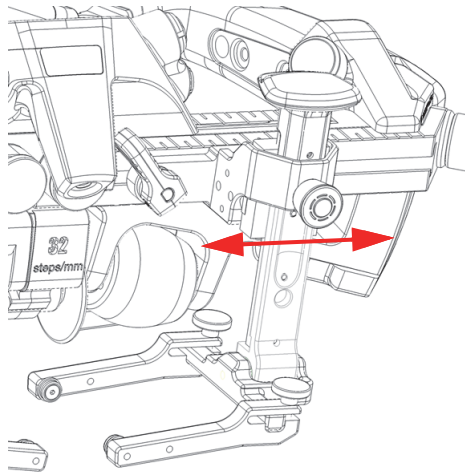

Abbildung 2-10 Sensorhalter verschieben
2. Schieben Sie den Sensorhalter in die gewünschte Position (Abbildung 2-10 auf Seite 46).